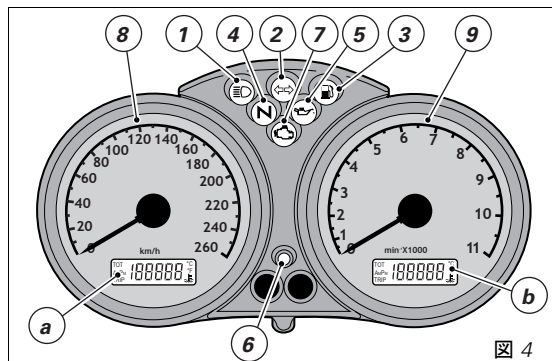

図 4
メーターパネル (図 4)
イモビライザーシステムが不具合の場合に、琥珀色の EOBD ランプ (7, 図 4) で示されるエンジン・ブロック機能を解除するには、下記の手順に従ってください。
EOBD ランプ (7, 図 4) は 8 秒後に消灯します。
4) EOBD (7, 図 4) ランプの点滅数とコードの最初の数が一緒になるように数えます。
1) コードが認証されると、メーターパネルのランプ (6, 図 4) が短時間点滅します。これは、イモビライザーシステムがキーのコードを認証しエンジンをロックを解除したことを意味します。START ボタン (3, 図 14. 1) を押すと、エンジンが始動します；
2) もし、ランプ (6, 図 4) または EOBD ランプ (7, 図 4) が点灯したままの場合は、コードが認証されなかったことを示します。キーを OFF の位置に戻して、再度 ON の位置に戻します。それでもエンジンが始動しない場合は、付属している他の黒キーを使い、もう一度試して下さい。
3) ランプ (6, 図 4) が点滅し続けている場合は、イモビライザーシステムがリセットされたことを (例えば、スロットルグリップを使用してのデロック作業) 意味します。キーを OFF にしてから、ON にするとインモビライザーランプは通常の機能 (1) 参照、に戻ります。